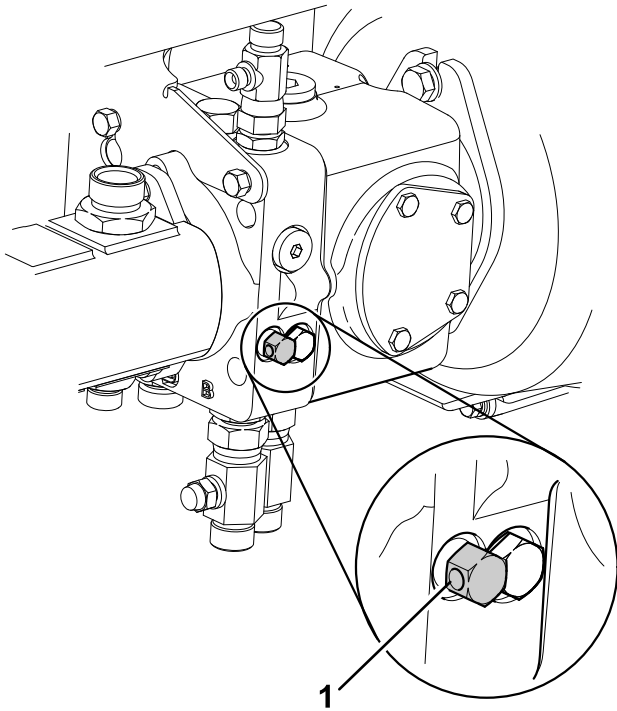

Bild 46
- Nehmen Sie die hydraulische Betriebsbremse außer Betrieb, indem Sie das Sicherheitsventil (befindet sich unter der Getriebepumpe), um maximal drei Umdrehungen nach links drehen (Bild 46).